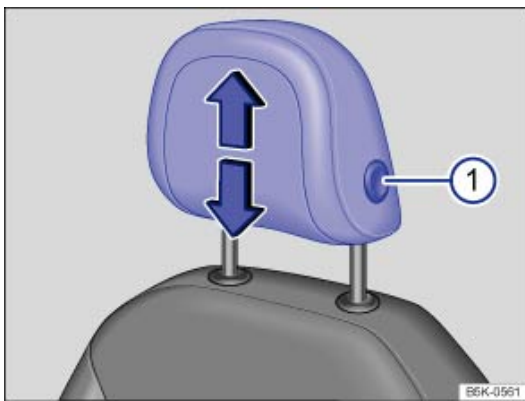
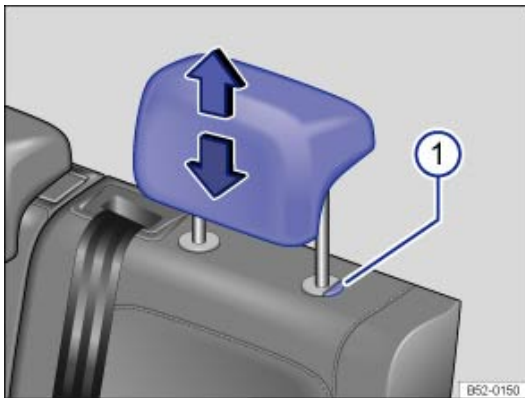

Fig. 72 Appuie-tête avant : réglage
Fig. 73 Appuie-tête arrière : réglage
- Remontez ou abaissez l'appuie-tête dans le sens de la flèche en appuyant éventuellement sur la touche ⇒ Fig. 72① ou ⇒ Fig. 73① ⇒ **⚠**.